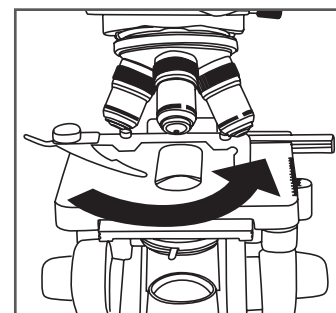

Figura.3
- ◆ Haga bajar la platina mediante los mandos de enfoque macro. Enrosque los objetivos en el revólver de manera que sigan un orden ascendente (4x-10x-40x-100x) cuando el revólver sea girado en el sentido de las agujas del reloj (Figura 3).